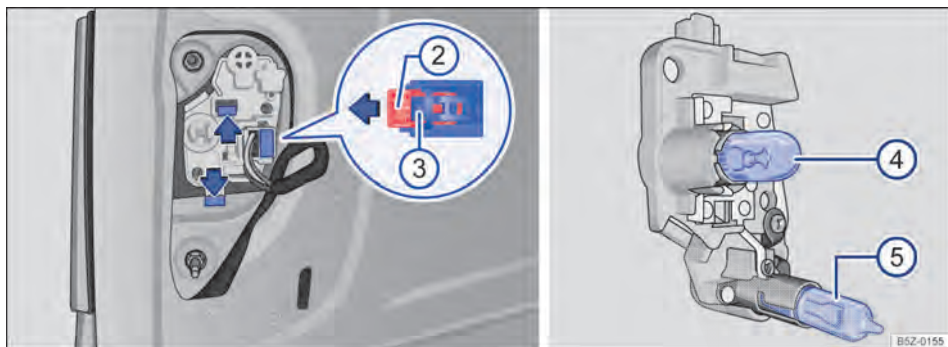

Fig. 179 Na tampa do compartimento de bagagem: suporte das lâmpadas e lâmpadas da lanterna esquerda - para veículos com lanterna de neblina.
Lanterna direita → Fig. 178 e ou lanterna esquerda - válido para veículos sem lanterna de neblina	Lanterna esquerda → Fig. 179 - válido para veículos com lanterna de neblina
4. Girar o soquete da lâmpada → Fig. 178 (1), no sentido anti-horário , e desencaixá-lo do alojamento.	Retirar o conector de alimentação, primeiramente puxar a trava vermelha → Fig. 179 (2) no sentido da seta e remover o conector (3) da lanterna.
5. -	Para destravar o suporte das lâmpadas, pressionar cada lingueta de travamento → Fig. 179 no sentido das setas.
7. Para remover as lâmpadas incandescentes queimadas (1) e (4), puxar com cuidado a lâmpada do suporte para removê-la.
8. Para remover a lâmpada incandescente queimada (5), pressionar a lâmpada contra o suporte e girar no sentido anti-horário para removê-la.
10. Para inserir as lâmpadas novas (1) e (4), encaixar a nova lâmpada no respectivo alojamento e empurrar a lâmpada.
11. Para inserir a lâmpada nova (5), colocar a nova lâmpada no respectivo alojamento, pressionar a lâmpada e girar no sentido horário até o batente.
13. Posicionar o soquete da lâmpada no alojamento.	Instalar o suporte das lâmpadas na lanterna traseira. As linguetas de travamento → Fig. 179 devem encaixar de forma audível.
14. Pressionar o soquete até o batente e girar no sentido horário .	Colocar o conector de alimentação (3) no respectivo alojamento da lanterna traseira e pressionar a trava (2) em direção ao conector.
Lanterna esquerda → Fig. 179 - *válido para veículos com lanterna de neblina*